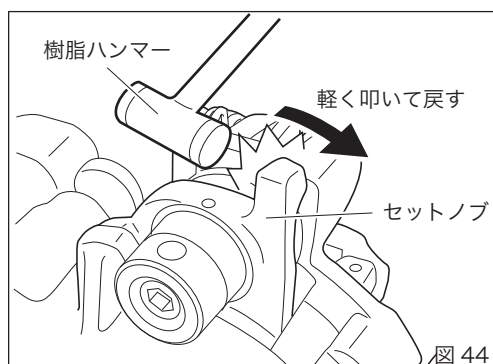

図 44
① 転造ヘッドからパイプを引離す(図44)
- ①-1 樹脂ハンマーでセットノブを矢印方向に叩いてください。パイプに食いついたローラが外れます。
- ①-2 パイプが外れたら、そのまま送りハンドルを回して本体からパイプを離してください。
② 本体摺動部の異物を取除く
- ②-1 転造ヘッド内の切粉等の異物を排出してください。